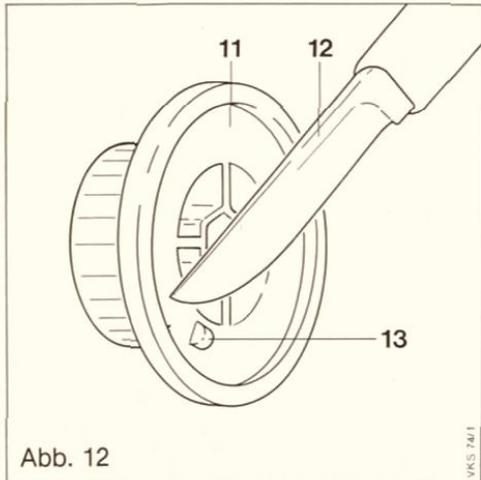
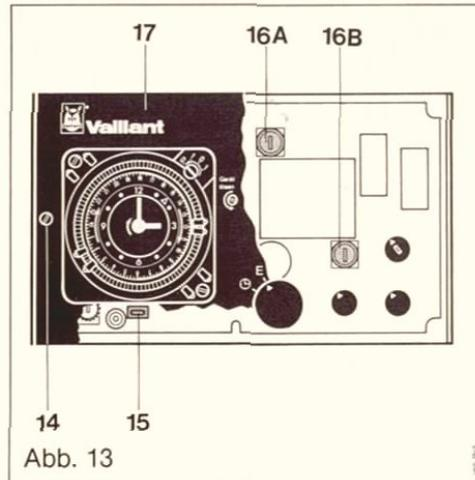

Abb. 12
Abb. 13
- Drehknopf (11) des Kesseltemperaturreglers abnehmen. Abb. 12.
- Anschlagnocken (13) am Drehknopf (11) mit geeignetem Werkzeug (12) entfernen.
- Drehknopf (11) am Kesseltemperaturregler wieder anbringen.
- Schrauben (14) lösen, Blende (17) am Kompaktregler ausrasten und abnehmen. Abb. 13.
- Die Steckbrücke (15) von der Schaltplatte des Kompaktreglers abziehen.
- Beim Wiedereinsetzen der Blende (17) zuerst die Oberseite einrasten. Beim Einrasten der Unterseite Bedienungsknöpfe in die Blendenbohrungen einrasten.